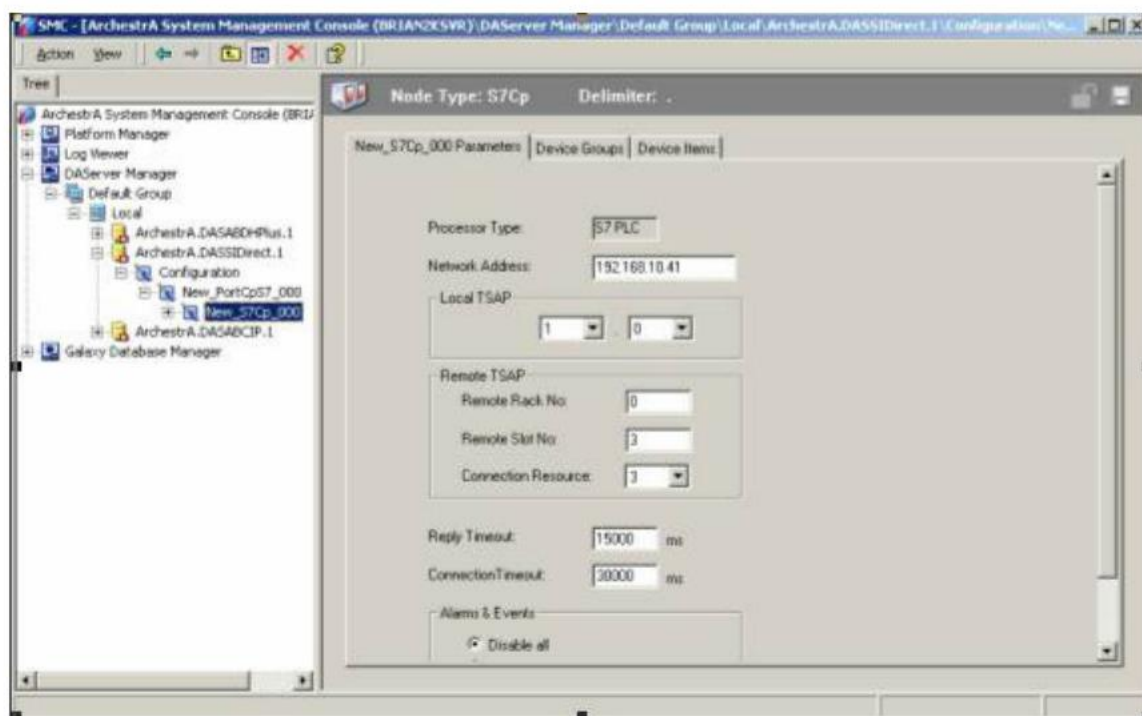

图 3. S7 CP 通信参数
7.右键点击“New_PortCp_000”并选择“Add S7Cp Object”，出现如下 S7 参数设置对话框(图 3)：